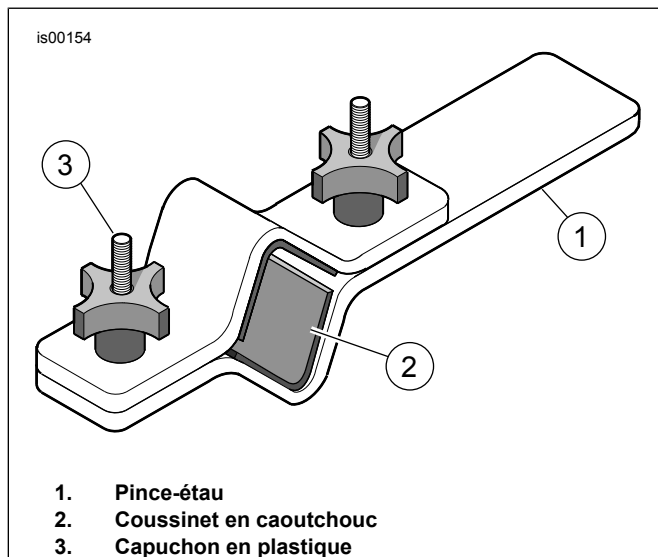

Figure 6. Porte-tube de fourche (HD-41177)
- Voir la Figure 6. Installer la fourche dans le support de tube de fourche (HD-41177) comme suit :
- Serrer l'extrémité de l'outil (1) dans un l'étau en position horizontale.